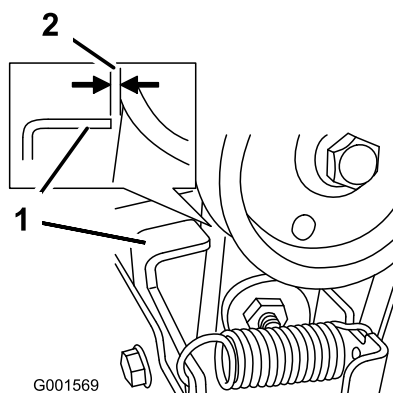

Figura 46
3. Con la leva della coclea/ventola disinnestata, assicuratevi che la distanza tra il gruppo frizione della coclea e l'aletta sia pari a 1,5 mm, come illustrato nella Figura 46.